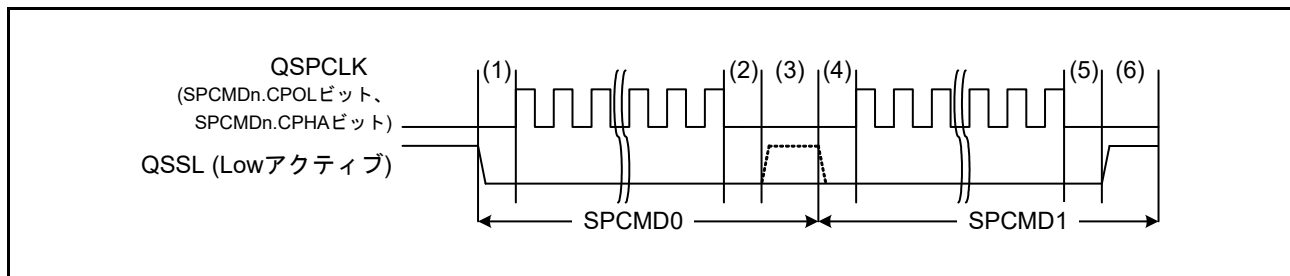

図 41.14 QSSL 信号レベル保持を利用したバースト転送の例 (Single-SPI モード) (n = 0 ~ 3)
もう一つの方法はシリアル転送終了後、次のシリアル転送まで QSSL をアサートし続けることでバースト転送を実行する方法です。SPCMDn.SSLKP ビット (n=0~3) を“1”にすると、その SPCMDn レジスタに対応する転送終了から次の転送までの間 QSSL 信号をアサートし続けます。QSSL 信号レベル保持機能を利用したバースト転送の例を図 41.14 に示します。図中 (1) ~ (6) の動作内容を以下に説明します。
- (1) SPCMD0 レジスタに従ったクロック遅延期間です。バースト転送の最初の転送では 1.5 QSPCLK 以上となるように設定してください。
- (2) SPCMD0 レジスタに従った QSSL ネゲート遅延期間です。SPCMD0.SSLKP ビットを“1”にしているため、QSSL ネゲート遅延期間後も QSSL はネゲートされません。SPCMD0.SLNNDEN ビットの設定により期間の長さが増減します。SPCMD0.SLNNDEN ビットを“1”にすると SSLND レジスタの設定値に従います。SPCMD0.SLNNDEN ビットを“0”にすると 0 QSPCLK となります。
- (3) SPCMD0 レジスタに従った次アクセス遅延期間です。SPCMD0.SSLKP ビットを“1”にしているため、この期間も QSSL はネゲートされません。SPCMD0.SPNDEN ビットの設定により期間の長さが増減します。SPCMD0.SPNDEN ビットを“1”にすると SPND レジスタの設定値に従います。SPCMD0.SPNDEN ビットを“0”にすると 0 QSPCLK となります。
- (4) SPCMD1 レジスタに従ったクロック遅延期間です。SPCMD1.SCKDEN ビットの設定により期間の長さが増減します。SPCMD1.SCKDEN ビットを“1”にすると SPCKD レジスタの設定値に従います。SPCMD1.SCKDEN ビットを“0”にすると 0 QSPCLK となります。
- (5) SPCMD1 レジスタに従った QSSL ネゲート遅延期間です。バースト転送の最後の転送では 1 QSPCLK 以上となるように設定してください。SPCMD1.SSLKP ビットを“0”に設定しているため、QSSL ネゲート遅延期間後に QSSL がネゲートされます。
- (6) SPCMD1 レジスタに従った次アクセス遅延期間です。バースト転送の最後の転送では 1 QSPCLK 以上となるように設定してください。また、SPCMD1.SSLKP ビットを“0”として QSSL をネゲートしてください。